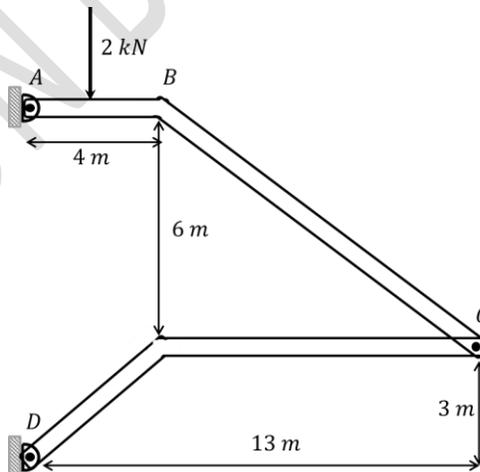

Fig. 9.5.
9.5.- Un armazón está conformado por tres elementos AB, BC y DC adosado a una pared vertical mediante dos pasadores A y D como muestra la Fig. 9.5. El armazón está sometido a una fuerza de 2 (kN) aplicada en el punto medio del elemento AB.